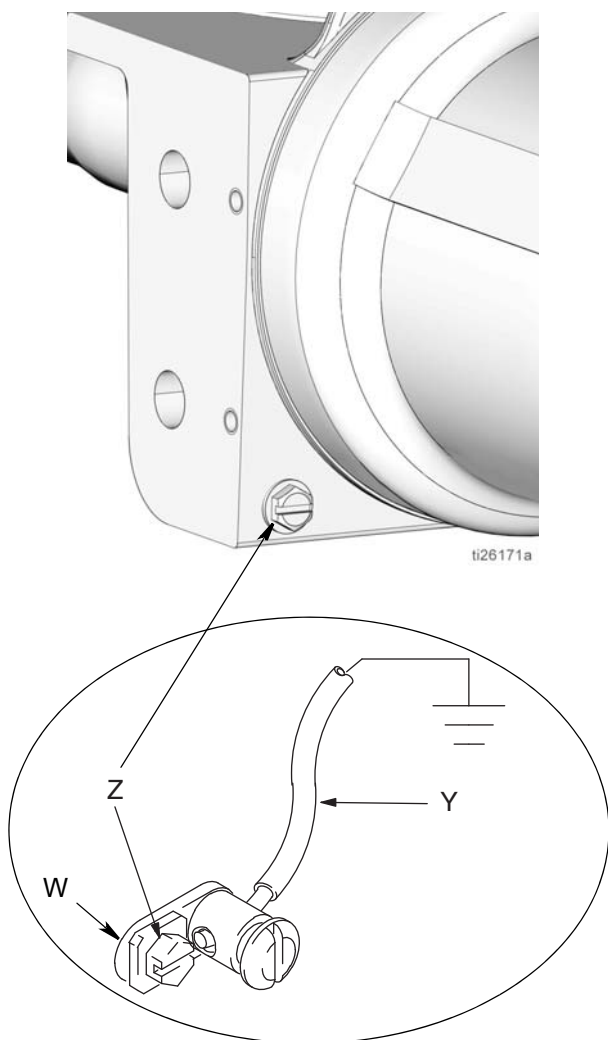

FIG. 2
Mise à la terre de la pompe : Retirer la vis de mise à la terre (Z) située au dos de la base de la pompe et l'insérer dans l'œillet de la cosse à anneau (W) à l'extrémité du fil de terre (Y). Revisser la vis de mise à la terre (Z) sur la pompe et bien la serrer. Raccorder l'autre extrémité du fil de terre à une véritable prise de terre. Voir FIG. 2.